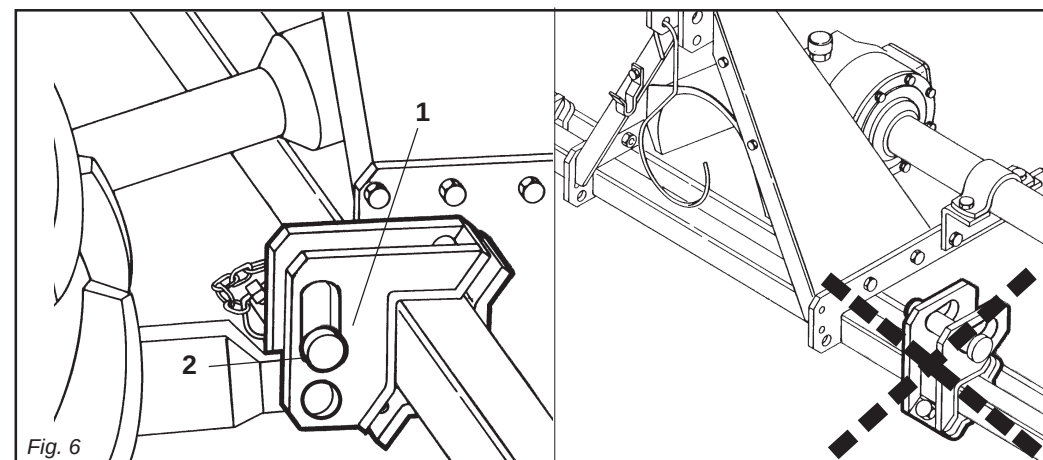

Fig. 6
In base alle dimensioni specifiche di questi 2 tipi di attacchi dei trattori è necessario determinare la posizione più favorevole della macchina spostando opportunamente sul tubo quadro le piastre (1 Fig. 6) e inserendo i perni (2 Fig. 6) nei fori corrispondenti al giusto diametro delle parallele del trattore.
Depending on the precise dimensions of these two types of hitches, find the best position for the machine by moving the plates (1 Fig. 6) along the square tubular and inserting the pin (2 Fig. 6) in the holes corresponding to the correct diameter for the tractor's parallel arms.
Der Anbau der Maschine am Schlepper erfolgt nur dann, wenn die Maschine am Boden steht, und zwar auf ebenem Gelände. Alle Maschinen können an jedem beliebigen Schlepper mit Universal-Dreipunktaufhängung der 1. und 2. Kategorie angebaut werden. Aufgrund der spezifischen Abmessungen dieser beiden Schlepperanschlüsse kann man die günstigste Position der Maschine festlegen, indem man die Platten (1 Abb. 6) auf dem Vierkantrohr verschiebt und die Bolzen (2 Abb. 6) in die entsprechenden Bohrungen mit dem richtigen Durchmesser auf dem Schleppergestänge einsteckt.
En fonction des dimensions spécifiques de ces deux types d'attelages des tracteurs il faut déterminer la position la plus favorable de la machine en déplaçant, sur le tube carré, les plaques (1 Fig. 6) et introduire les axes (2 Fig. 6) dans les trous correspondant au bon diamètre des parallèles du tracteur.
En relación a las dimensiones específicas de estos dos tipos de enganche de los tractores hace falta determinar la posición más favorable de la máquina desplazando oportunamente en el tubo cuadrado las placas (1 Fig. 6) e introduciendo los pernos (2 Fig. 6) en los orificios correspondientes al correcto diámetro de las paralelas del tractor.
Le piastre (1 Fig. 6) vanno montate sempre e solo come mostrato in Fig. 6 con i fori posizionati anteriormente al tubo quadro.
- 1 - Accostare le parallele del sollevatore ponendole all'interno delle piastre (1 Fig. 6), inserire il perno (2 Fig. 6) nel foro predisposto e bloccare con le copiglie a scatto.
*The plates (1 Fig. 6) must always and only be mounted as shown in Fig. 6 with the holes towards the front of the square tubular.*
- 1 - *Near the lift bars, setting them in the most suitable plates (1 Fig. 6). Insert the pin (2 Fig. 6) into the relative hole and lock in place with the snap-in split pins.*
Die Platten (1 Abb. 6) dürfen nur und ausschließlich so montiert werden, wie es in Abb. 6 gezeigt ist, nämlich mit den Bohrungen, die vor dem Vierkantröhr angeordnet sind. Der Hersteller haftet nicht für die Beschädigung der Maschine oder des Schleppers infolge der Nichtbeachtung dieser Angabe.
- 1 - Die Lenker des Krafthebers annähern und in die am besten geeigneten Platten schieben (1 Abb. 6). Den Bolzen (2 Abb. 6) in das Loch stecken und mit dem einrastenden Splint blockieren.
*Les plaques (1 Fig. 6) doivent obligatoirement être montées comme illustré dans la Fig. 6 en utilisant les trous placés à l'avant du tube carré.*
- 1 - *Approchez les barres du relevage en les plaçant à l'intérieur des plaques les plus appropriées (1 Fig. 6), introduisez l'axe (2 Fig. 6) dans le trou correspondant et bloquez par les goupilles à encastrement.*
Las placas (1 Fig. 6) deben ser montadas siempre y solamente según lo indicado en la Fig. 6 con los orificios posicionados delante del tubo cuadrado. La firma constructora no es responsable de rupturas en la máquina o en el tractor originadas por falta de respeto de esta indicación.
- 1 - Acercar las barras del elevador poniéndolas dentro de las placas más indicadas (1 Fig. 6), introducir el perno (2 Fig. 6) en el orificio y bloquear con los pasadores de resorte.